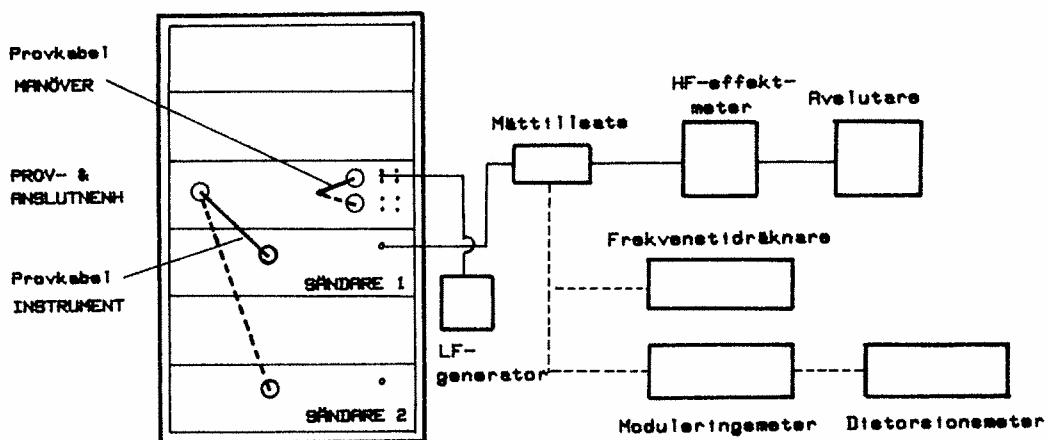

Bild 2
3.2.1.1 Koppla upp enligt bild 2.